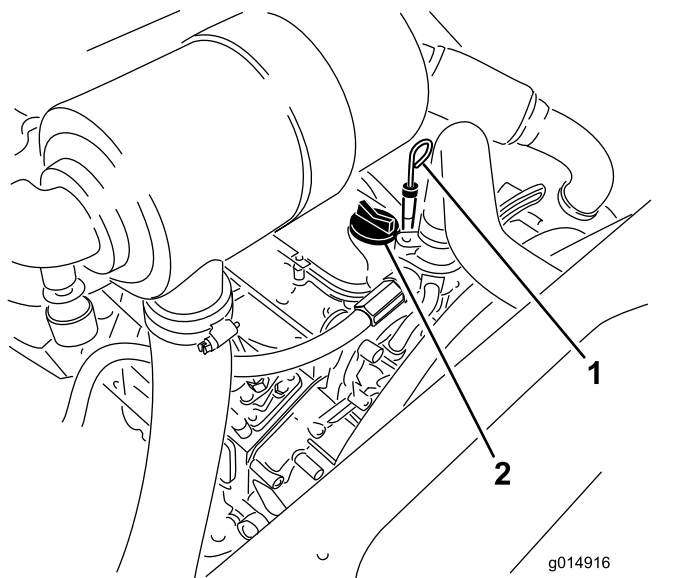

Figura 31
3. Retire a vareta, limpe-a e volte a colocá-la (Figura 31).
5. Se o nível de óleo se encontrar abaixo da marca de CHEIO da vareta, retire a tampa de enchimento (Figura 31) e adicione óleo até que o nível atinja a marca de CHEIO.